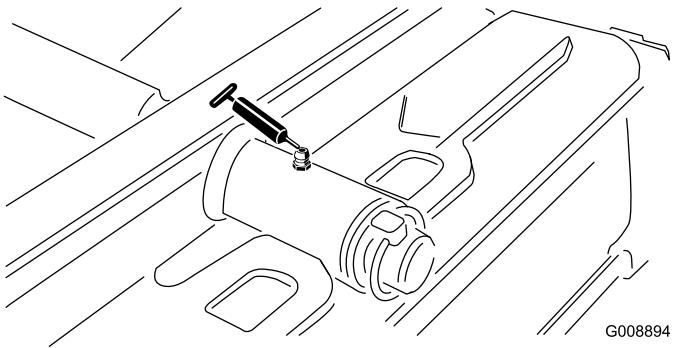

Figura 34
- Articulação da unidade de corte traseira (Figura 34)